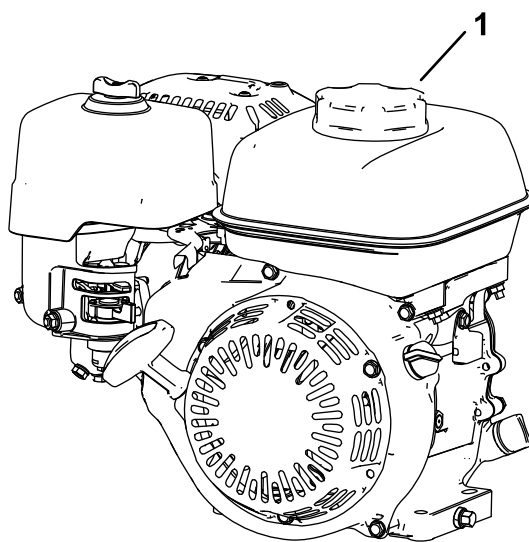

图 17
1. 清理燃油箱盖附近的区域从油箱上取下盖子图 17。向油箱加油至油箱加油颈的底部请参阅发动机《操作员手册》。